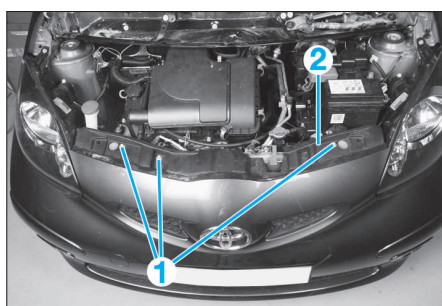

FIG. 1
- Ouvrir le capot, puis déposer les 3 vis de fixations (1) et l'agrafe (2) (Fig.1)